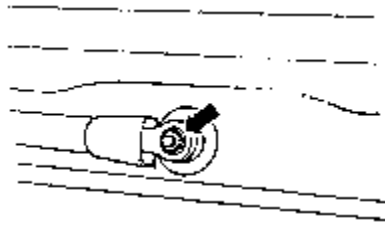
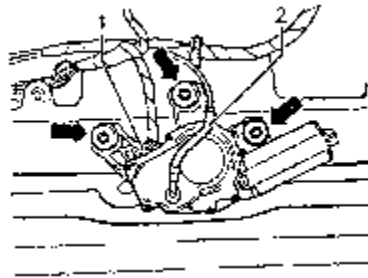

图 11-51 拆卸刮水器摇臂
图 11-52 拆卸刮水器电机
①向上翻开罩盖，拧松图 11-51 中箭头所示六角螺母 SW13，向上翻开刮水器摇臂，并且通过在圆锥中旁侧的运动拧松刮水器摇臂，旋出六角螺母，拆除刮水器摇臂。
②拆卸后面板盖的衬里。
③在刮水器电机上拔出插头 1，如图 11-52 所示，拔出洗涤喷嘴用的软管 2，旋出六角螺母 SW10，并且拆卸刮水器电机。